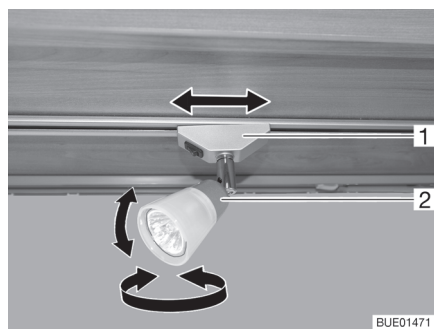

Fig. 25 Faretto
- Orientare l'involucro (Fig. 25,2) del faretto nella posizione desiderata. L'involucro può essere orientato nelle posizioni seguenti:
- Ruotare il supporto (Fig. 25,1) di ca. 45°.
- Ruotare il supporto (Fig. 25,1) di 90°.